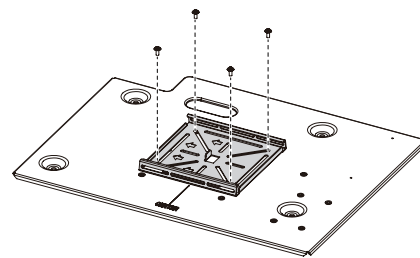

Fig.2
- 6) Placez le projecteur à l'envers sur un chiffon doux. (Fig.2)
- 7) Retirez les quatre vis à rondelle captive (M6 × 16) qui fixent le kit de support de montage projecteur au projecteur. (Fig.2)
- 8) Retirez les quatre vis à rondelle captive fournies (M4 × 14) sur le kit de support de montage projecteur afin de séparer la plaque de connexion du support de montage projecteur. (Fig.2)
- 2) **Fixez la plaque de connexion au nouveau support de montage projecteur à l'aide des quatre vis à rondelle captive fournies (M4 × 14). (Fig.2)**